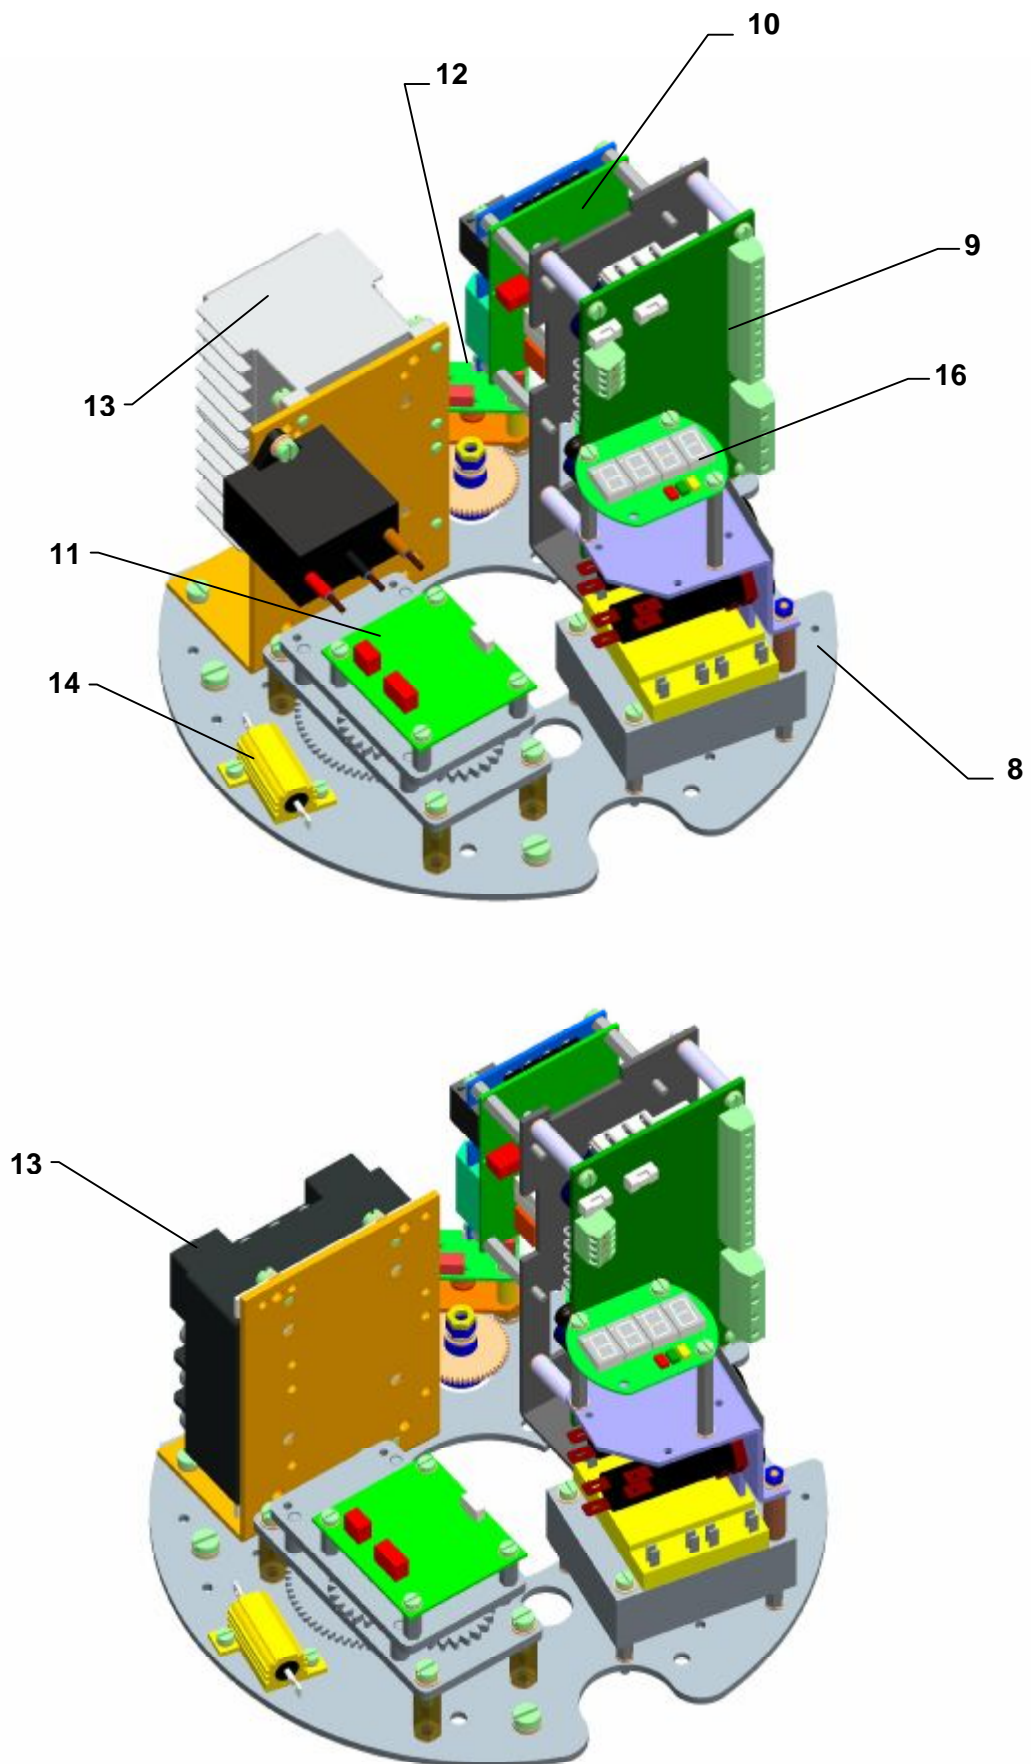

Рис.3 – MTR 3PA-Ex – трехфазная версия
Нижняя часть шкафа управления включает шкаф силовой передачи и создает несущую часть передачи управляющей плиты (Рис.3 и Рис.3а).
Рис.3а – MTR 3PA-Ex – однофазная версия
Приводная часть ЭП – **электродвигатель (М1) (Рис.1)**, питаемый из **доски источника (9)**(рис.3,3а) и управляемый из **блока управления (10)**(рис.3,3а) электроники DMS3.
На доске управления (8) (рис.3,3а) установлено отопительный элемент (14) (рис.3,3а).
Блок управления (10) (рис.3,3а) – главная часть системы DMS3 – содержит микропроцессор, 6 сигнальных LED ламп и 4 кнопки для простой настройки и контроля ЭП, коннекторы для подключения датчика и доски источника и коммуникационный коннектор (подключение PC компьютера для настройки и диагностики), 2 свободно программируемые реле R1 и R2, 1 реле READY и клеммы для электрического питания.
Блок съема положения (11) (рис.3,3а) – обеспечивает бесконтактный магнетический съем положения выходного органа.
Блок съема момента/силы (12) (рис.3,3а) – обеспечивает бесконтактный съем момента/силы.
LED дисплей (16) (рис.3,3а) – предназначен для изображения моментального положения выходного органа ЭП, для отчета и изображения эвентуальных погрешностей, которые могут явится во время работы ЭП. Сигнализация хода ЭП и ошибок индикуется и при помощи LED диод. LED дисплей применяется только в исполнениях ЭП без местного управления.